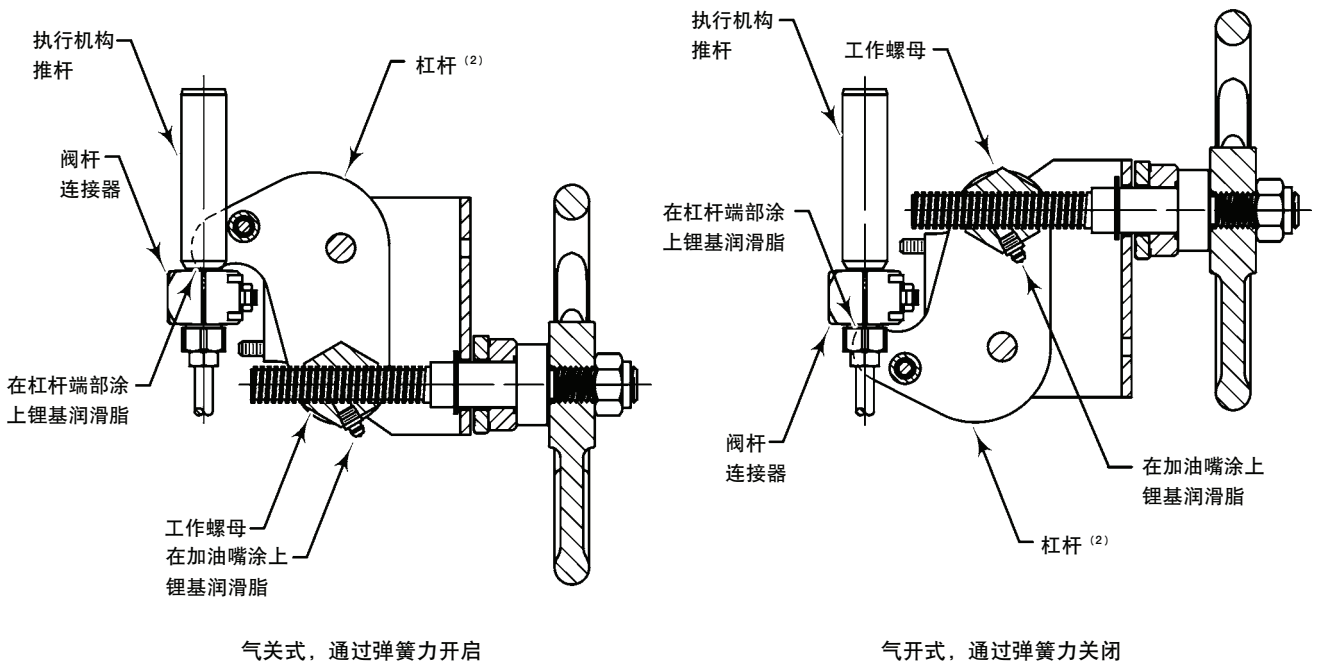

图6. GX 手轮方位和润滑脂加油嘴方位
1. 注意杠杆相对于阀杆连接器的方位，不管是气关式（弹簧作用开启）结构还是气开式（弹簧作用关闭）结构，如图 6 所示。
4. 在油脂添加口和杠杆末梢（与阀杆连接器接触的部分）涂上锂基润滑脂，如图 6 所示。